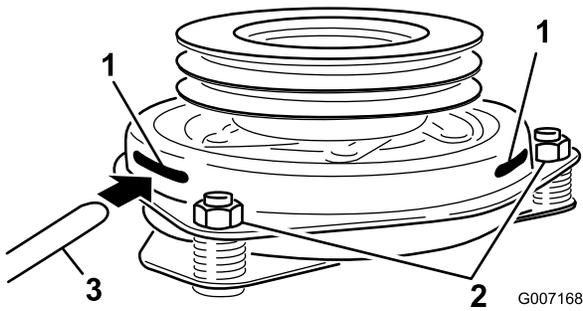

Figura 63
8. Inserite uno spessore di 0,381–0,533 mm attraverso una fessura d'ispezione sul lato del gruppo. Assicuratevi che lo spessore si trovi tra le superfici di frizione dell'indotto e del rotore (Figura 63).
9. Stringete i dadi di bloccaggio fino a fissare leggermente lo spessimetro facendo però in modo di poterlo muovere facilmente all'interno del traferro (Figura 63).